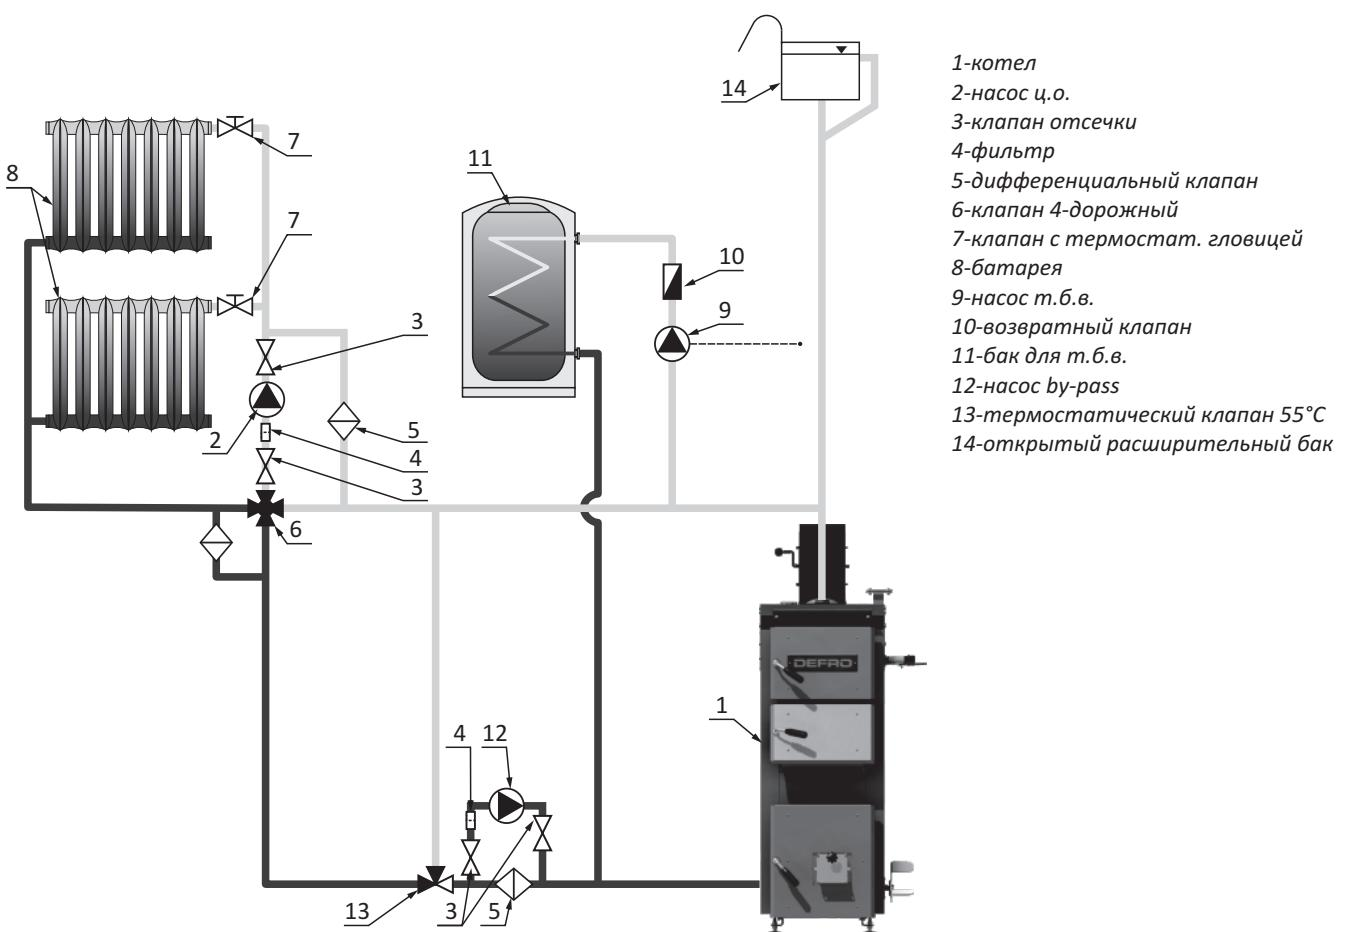

Рис. 13. Схема установки котла в открытую систему с охраной температуры терморегулятором.
*При использовании терmostатического клапана на возврате (рис. 13, поз. 17), который во время наполнения закрыт, следует использовать два клапана для наполнения водой.*